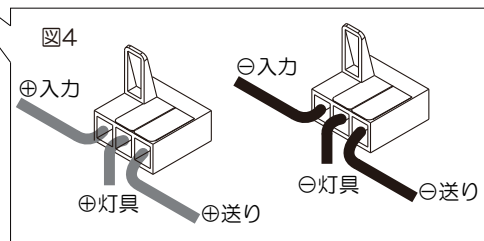

図4
4.給電結線と灯具・アンカーの天井固定(図4、5)
- ・パイプからのケーブルと電源出力線を、WAGOコネクタを利用して結線する。(灯具番号①から順に行う)